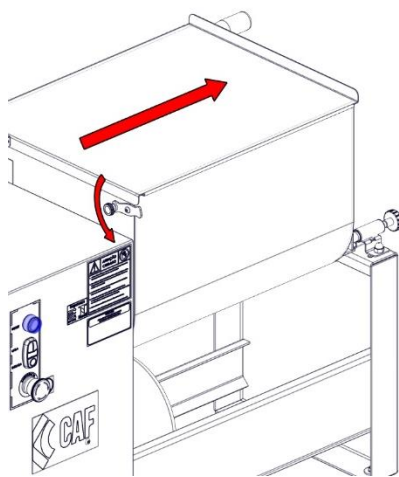

FIG. 6
2. Abasteça a misturadeira com o produto a ser processado, atentando-se à quantidade mínima de 15kg e ao limite máximo de 45kg da máquina, que não devem ser ultrapassados. Em seguida, feche a tampa e trave-a (FIG. 6);